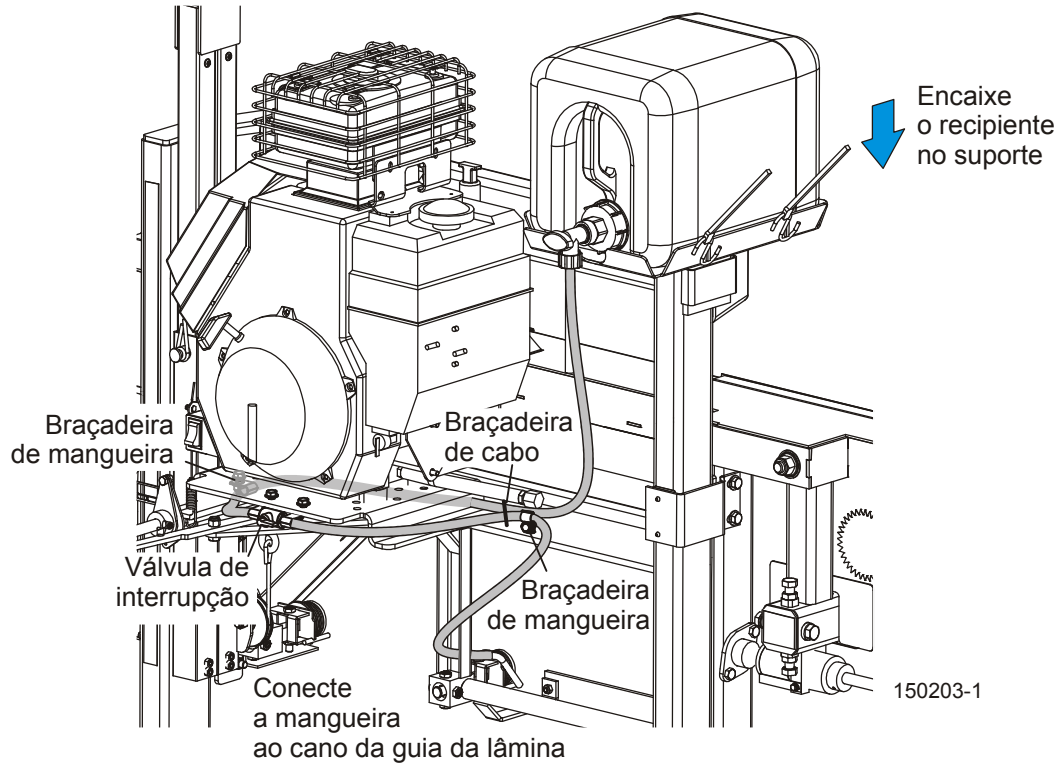

FIGURA 5-9
**Consulte a figura 5-9.** Instale o suporte do recipiente de água na parte superior do mastro do cabeçote da serra. **NOTA:** A bandeja do tanque de água D17/D19/G25 também